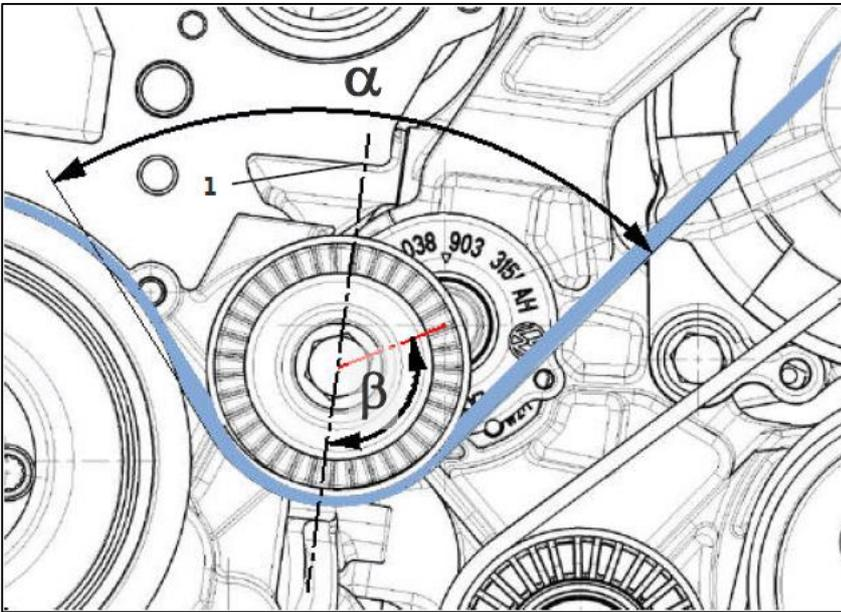

Abb.9: Riemenführung um den Riemenspanner
Insbesondere kann eine von der Serie abweichende Riemenführung über die Umlenkrolle des Riemenspanners die Funktion des Riemenspanners erheblich beeinträchtigen. Die Winkelhalbierende (1) zwischen dem auflaufenden und dem ablaufenden Riementrum sollte im Arbeitsbereich nahezu rechtwinklig ( $\beta \approx 90^\circ$ ) zum Hebelarm des Riemenspanners verlaufen. (Abb. 9)